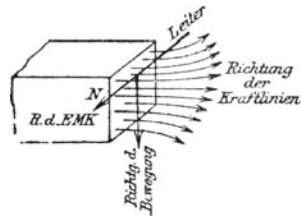

Fig. 65.
**Gesetz 14: Wird ein Leiter in einem magnetischen Felde so bewegt, daß er Kraftlinien schneidet, so wird in ihm eine elektromotorische Kraft induziert. (Fig. 65.)**